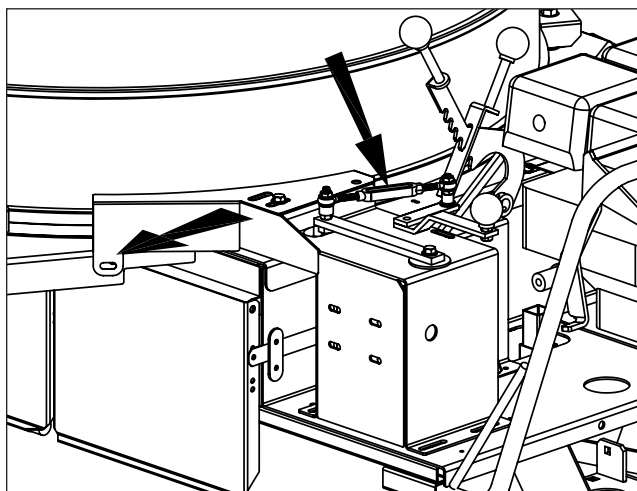

Fig. 26 Dégagement de la courroie
3. Désérrez le garde de courroie de cuve et dégagez au maximum la poulie libre (figure 26).